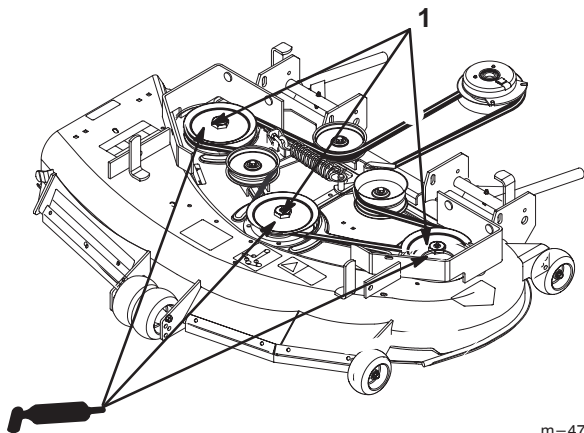

Abbildung 9
1. Auf die Schmiernippel an den drei Spindellagern Fett geben, bis das Fett aus den unteren Dichtringen herauskommt (Abb. 9).